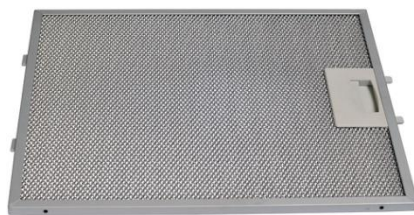

Рис. 3
2. Снимите алюминиевый жироулавливающий фильтр (рис. 3).
7. Установите жироулавливающий фильтр (рис. 3).